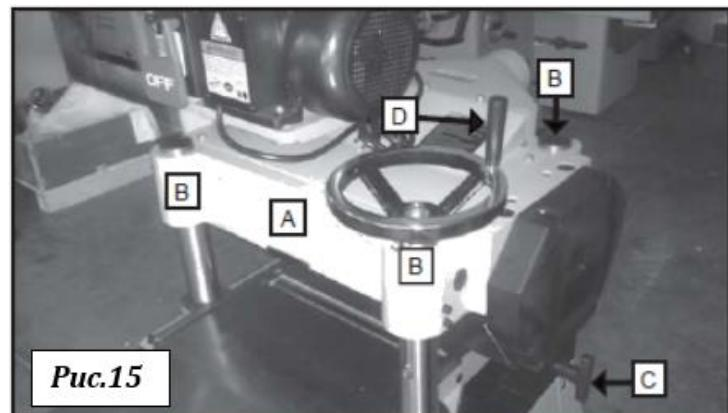

Рис.15
Глубина резания на станке регулируется подъёмом или опусканием узла головки (A), рис. 15, в котором имеется режущий вал и подающие ролики. Узел головки (A) перемещается на четырёх колоннах, три из которых показаны на позиции (B). Для выполнения регулировки ослабить два фиксатора узла головки, один из которых показан на позиции (C), рис. 14, и вращать маховичок (D) подъёма узла головки. При вращении маховичка (D) по часовой стрелке узел головки поднимается, при вращении этого маховичка против часовой стрелки узел головки опускается. Узел головки закрепляется фиксаторами (C).